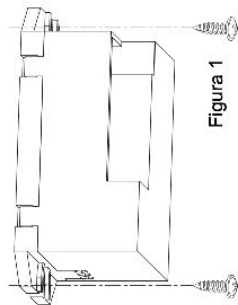

Figura 1
- 1 Fissare la base nel punto scelto con le viti ad espansione, (vedi Figura 1).